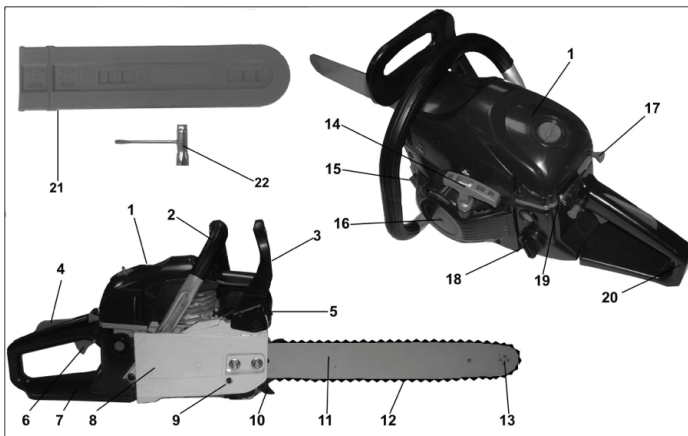

Рис. 3
8.2. Порядок запуска /остановки двигателя (Рис. 3)
- Установите рычаг управления воздушной заслонкой (17) в положение «| \ |».
- Переведите выключатель зажигания (19) в положение «|».